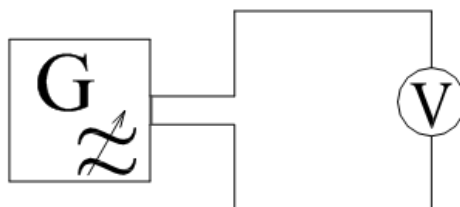

Рисунок 2 – Схема измерения для проверки зависимости показаний вольтметра ВЗ-38 и Ц4315 от частоты
6. Выполнить задание 2. Проверить зависимость показаний вольтметра В3-38 и Ц4315 от частоты по варианту, указанному преподавателем (таблица 3), собрав схему (рисунок 2). На выходе генератора Г3-102 поддерживать постоянный уровень напряжения, указанный преподавателем.